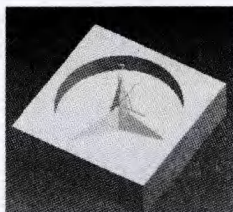

图 1 奔驰车标加工
奔驰车标加工图如图 1 所示。三角星平面轮廓内接圆直径为 90 mm, 三角星实体镶嵌于直径为 100 mm、深度为 12 mm 的凹坑中, 三角星中心顶点距凹坑底面 11 mm, 毛坯尺寸为 120 mm × 120 mm × 24 mm, 材料为铝。应用软件采用 CAXA 制造工程师 2013R2 版。
9) 将曲面转化为实体。单击特征生成中的曲面裁剪除料, 生成实体。用鼠标拾取已有的各个曲面(三角星曲面和轮廓平面), 并且选择除料方向, 沿 +Z 方向, 单击确定。利用“隐藏”功能将曲面隐藏, 单击并选择“编辑”菜单中的“隐藏”, 用鼠标从右向左框选实体, 单击右键确认, 实体上的曲面就被隐藏了。生成的奔驰车标加工图实体效果如图 1 所示。